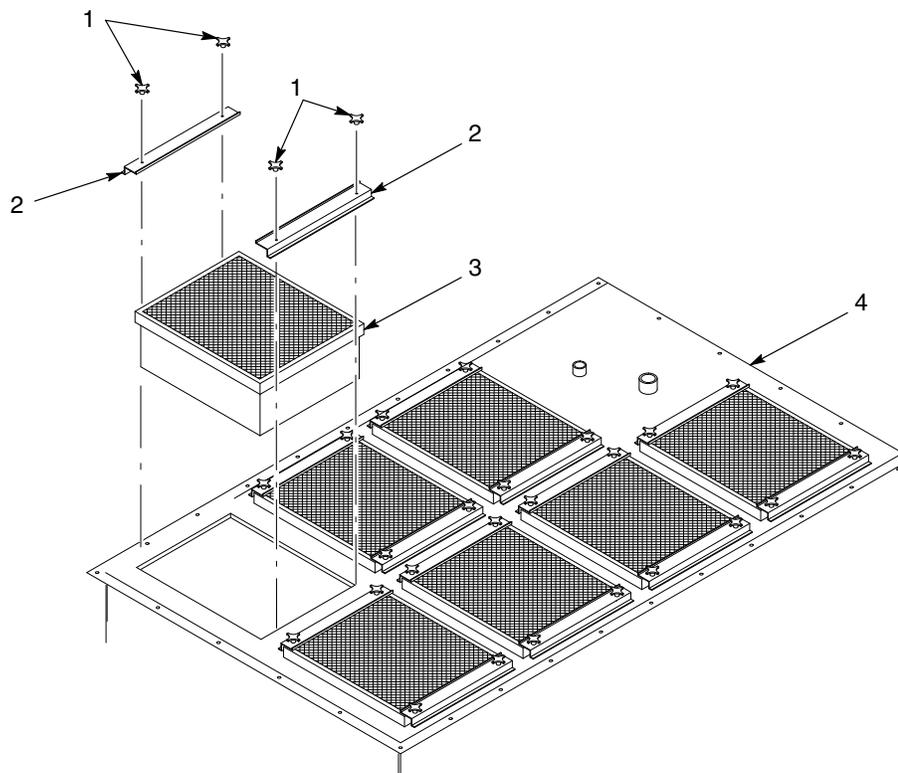

Figura 6-2 Sustitución del filtro final
3. Ver la figura 6-2. Extraer los soportes de filtro final (2) sacando los mandos de fijación (1).
4. Elevar el filtro final antiguo (3) fuera del filtro posterior.
5. Inspeccionar el interior de la carcasa del ventilador (4). Si se observan grandes cantidades de polvo dentro de la carcasa, hay una fuga en los filtros del cartucho o en la placa de montaje. Arreglar la fuga antes de encender el sistema.